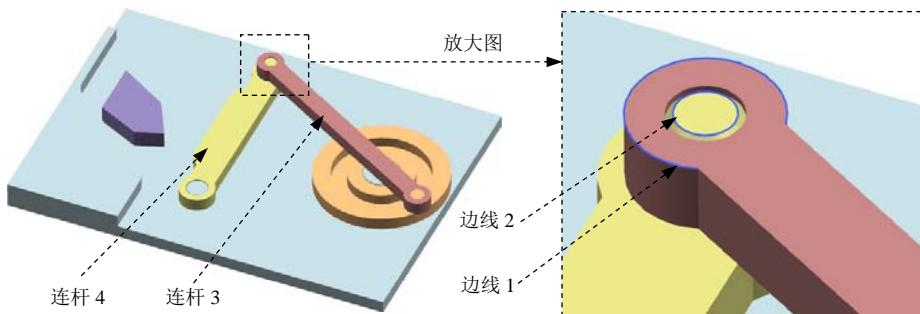

图 8.1.4 定义连杆 3 和连杆 4 中的共线副
(1) 选择下拉菜单**插入(S)** → **运动副(M)...**命令，系统弹出“运动副”对话框；在“运动副”对话框**定义**选项卡的**类型**下拉列表中选择**共线**选项；在模型中选取图8.1.4所示的连杆3中的边线1为参考，系统自动选择连杆、原点及矢量方向。
(2) 在“运动副”对话框**基本**区域中选中**啮合连杆**复选框；单击**基本**区域中的**\*选择连杆 (0)**按钮，在模型中选取图 8.1.4 所示的连杆 4 中的边线 2 为参考。
(3) 单击**确定**按钮，完成共线副的创建。